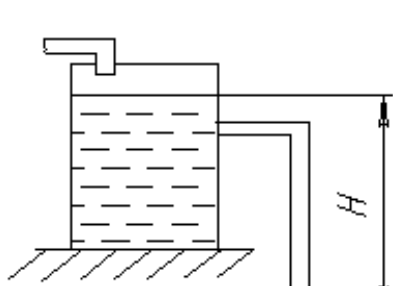

Рисунок 8.9
8.2.13 В бак подається вода з витратою Q (рис. 8.9). Щоб запобігти його переповненню встановлена зливна труба з діаметром d і загальною довжиною L . Визначити при якому напорі H рівень води в баці стане сталим. Коефіцієнт Дарсі λ .